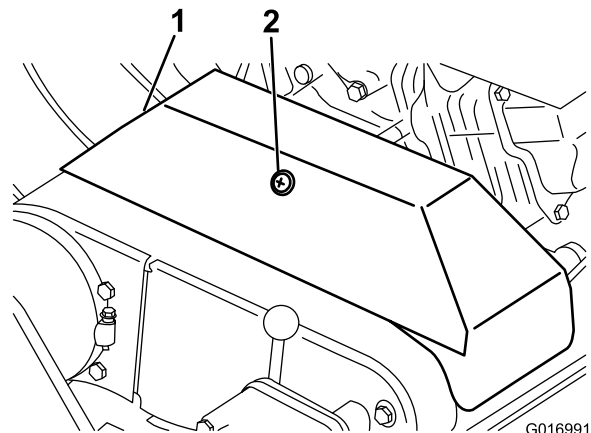

Bild 39
2. Losen Sie den Halter, mit dem die Treibriemenabdeckung befestigt ist. Drehen Sie die Abdeckung, um sie zu ­offnen (Bild 39).
2. Lösen Sie den Halter, mit dem die Treibriemenabdeckung befestigt ist. Drehen Sie die Abdeckung, um sie zu öffnen (Bild 39).